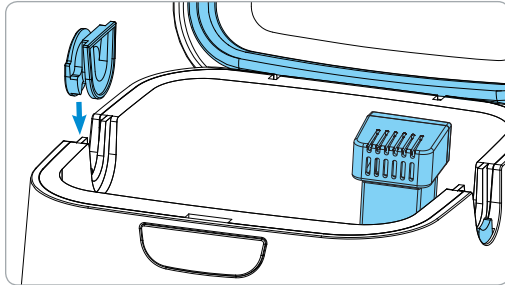

Figure 6.
2. Stecken Sie den herausnehmbaren Steckverschluss in eine der offenen Schlauchausparungen ein (Abbildung 6).
Montieren Sie den herausnehmbaren Schlauchsteckverschluss wie in Abbildung 6 gezeigt. Die runde Seite des herausnehmbaren Schlauchsteckverschlusses befindet sich außerhalb des SoClean-Gerätes.